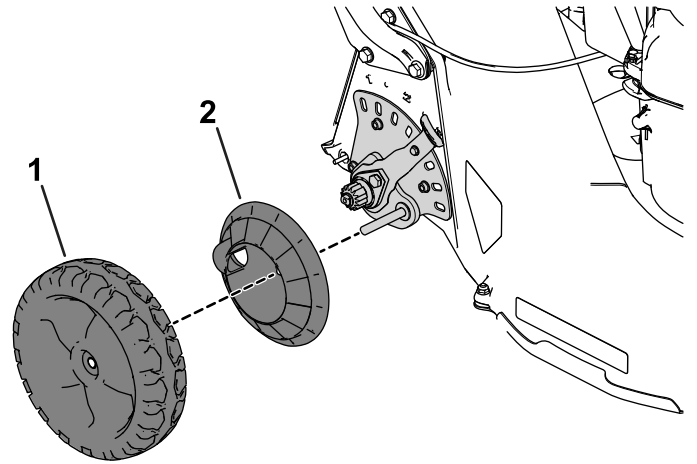

Figura 3
2. Retire la rueda y la tapa (Figura 3).
5. Instale la tapa y la rueda (Figura 3).